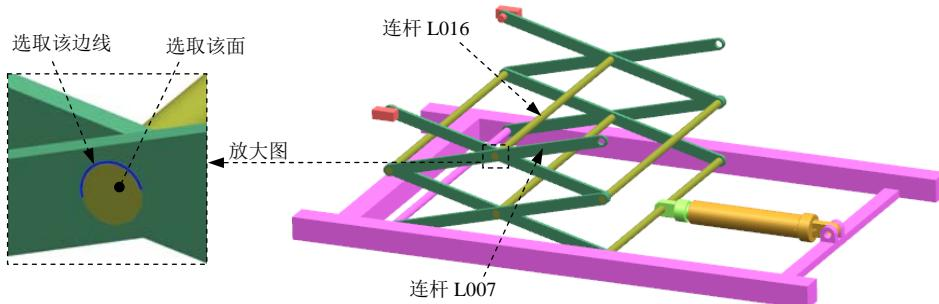

图 10.5.19 定义旋转副 (九)
(1) 选择连杆。选取图 10.5.19 所示的连杆 L016。
(2) 定义原点及矢量。在“运动副”对话框的 **指定原点** 下拉列表中选取“圆弧中心” 选项, 在模型中选取图 10.5.19 所示的圆弧为定位原点参照; 选取图 10.5.19 所示的面作为矢量参考面。
(3) 添加啮合连杆。在“运动副”对话框的基本 区域中选中  **啮合连杆** 复选框, 单击 **选择连杆 (0)**, 选取图 10.5.19 所示的连杆 L007。
(4) 定义啮合连杆原点及矢量。在“运动副”对话框 **基本** 区域的 **指定原点** 下拉列表中选取“圆弧中心” 选项, 在模型中选取图 10.5.19 所示的圆弧为定位原点参照; 选取图 10.5.19 所示的面作为矢量参考面。
(5) 单击 **应用** 按钮, 完成第十一个运动副的添加。